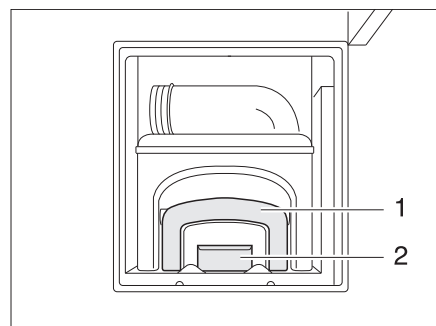

Bild 285 Zugang Fäkalientank, geöffnet
- Entriegelung (Bild 285,2) betätigen und Fäkalientank (Kassette) am Griff (Bild 285,1) herausziehen.